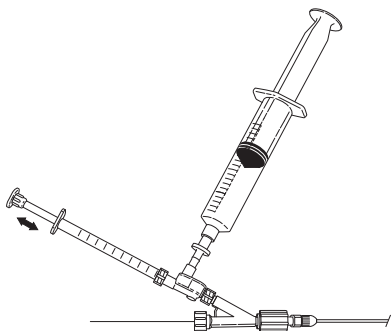

图8
10. 若要灌注溶液，可将所需剂量吸入1毫升注射器，然后注入。如果需要，重新吸液，装载 1 毫升注射器，重复灌注操作。(图8)